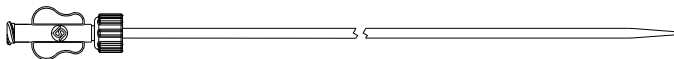
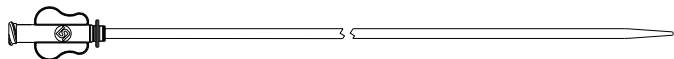

Рис. 3. Дилататор (серия 800)
Рис. 4. Дилататор (серия 550/700/900)
- 5) Дилататор (рис. 3 и рис. 4)